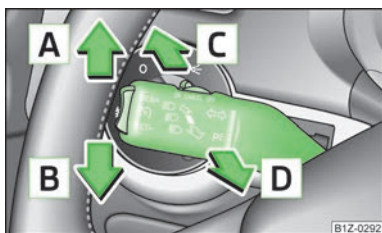

Fig. 28
- Apăsați maneta în sus **A** » fig. 28, respectiv în jos **B**.